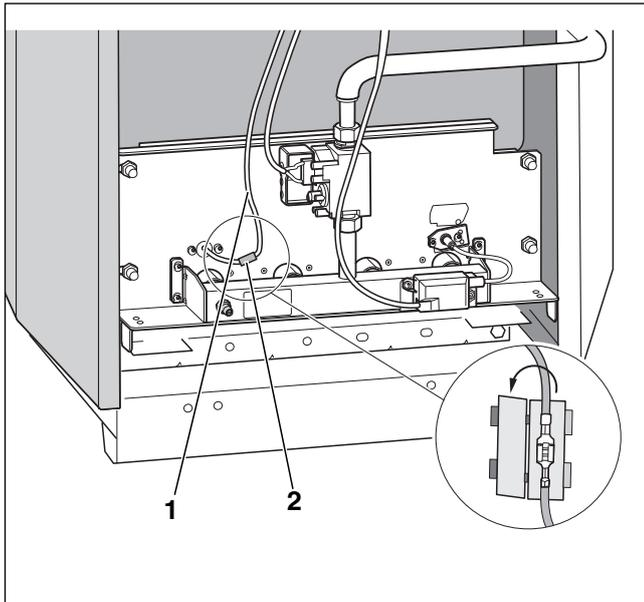

Рис. 29 Удаление контактного предохранителя
- ▶ Удалить контактный предохранитель (→ рис. 29, [2]) на контрольном кабеле (→ рис. 29, [1]) и вынуть штекер.